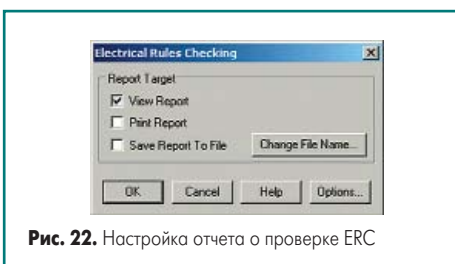

Рис. 22. Настройка отчета о проверке ERC
10. В появившемся окне Electrical Rules Checking (рис. 22) включим только опцию View Report («Просмотр отчета») и нажмем кнопку ОК. Печать или сохранение в файл нам сейчас не требуются.